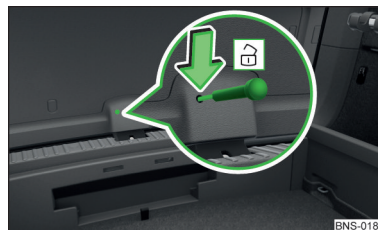

Fig. 359
- Introduceți în orificiul din capitonajul capotei » **fig. 359** o șurubelniță sau o altă unealtă asemănătoare, până la capăt.